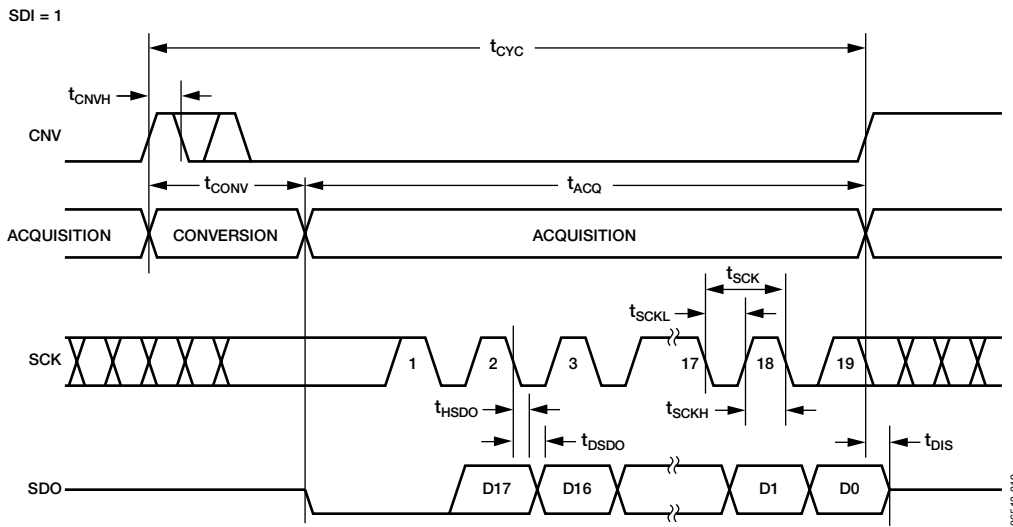
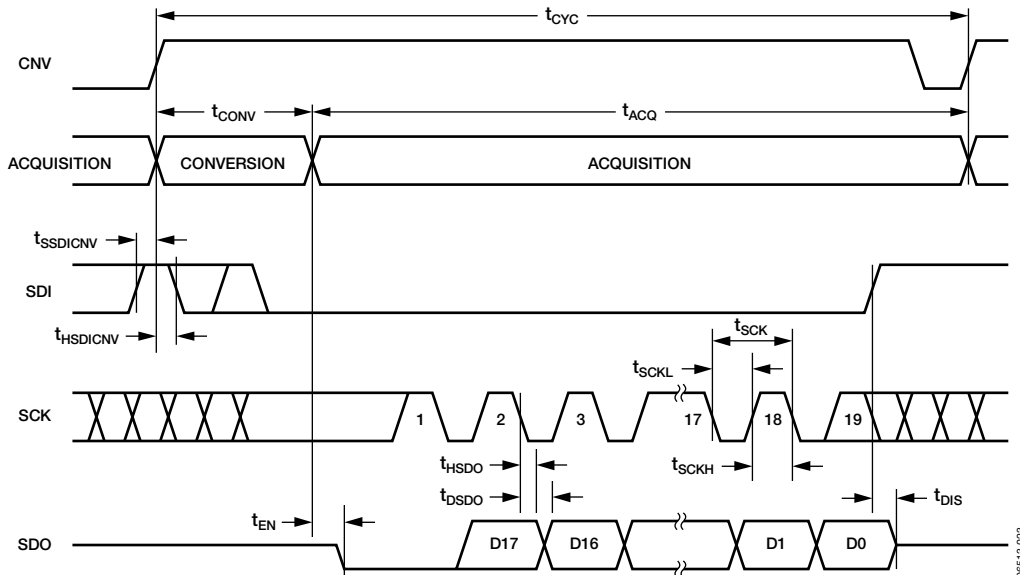

図32. ビジー・インジケータを使用する3線式CSモードのシリアル・インターフェース・タイミング (SDIはハイレベル)
図36. ビジー・インジケータを使用する4線式CSモードのシリアル・インターフェース・タイミング
- $\overline{\text{CS}}$ モードでは、ADCの変換終了時にCNVまたはSDIがローレベルのとき（図32と図36）